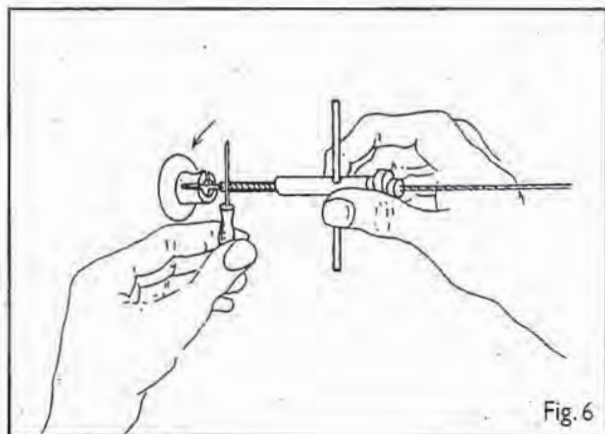

Fig. 6
3. Introduce l'asticciola d'acciaio nel foro della madrevite di tensione e il cacciavite nel foro della vite di tensione. Ruotando la vite di tensione in senso antiorario si tende il cavo (fig. 6).